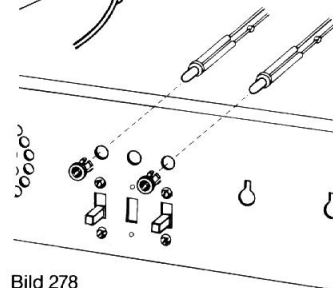

Bild 278
- () Montagehülse (Teil 74) von vorne in das runde Loch über S_2 stecken (Bild 278). Der geschlossene Rand muß vorne auf der Frontplatte sichtbar sein.